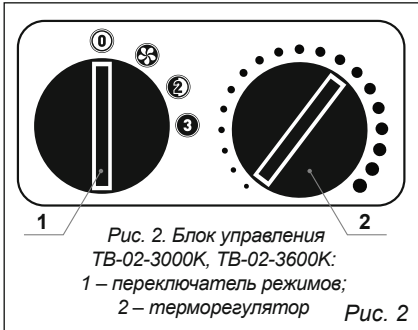

Рис. 2. Блок управления
Перед включением тепловентилятора в сеть ручка переключателя режимов 1 (рис. 2) должна находиться в положении «0» (0), а ручка терморегулятора 2 повернута в крайнее против часовой стрелки положение.